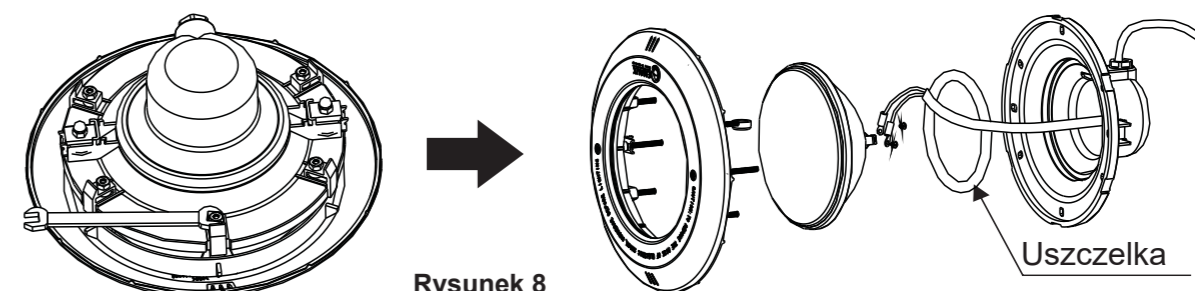

Rysunek 7
- 4) Należy wkręcić dwie śruby M6 x 75 w pokrywę, aż do zablokowania elementu wewnętrznych ścianek niszy, jak pokazano na rys. 7.